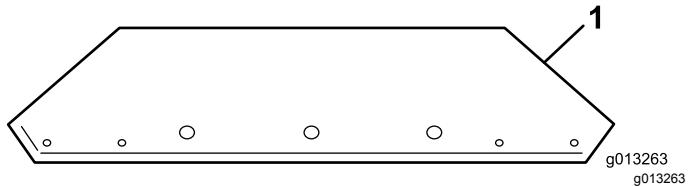
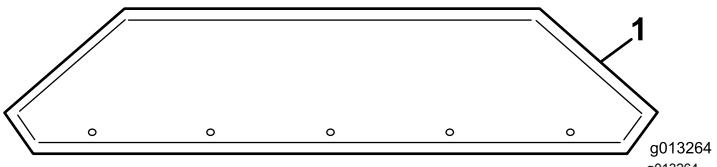

図10
図11
1. 出荷用の箱から前用プレートと後ろ用プレートを取り出す図10と図11。